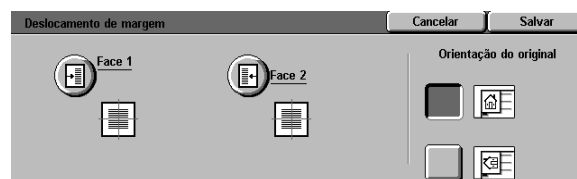

Figura 22: tela Deslocamento de margem
- 1 Toque no ícone **Deslocamento de margem**, na guia Recursos adicionados, para exibir a tela Deslocamento de margem, conforme ilustrado na Figura 22.